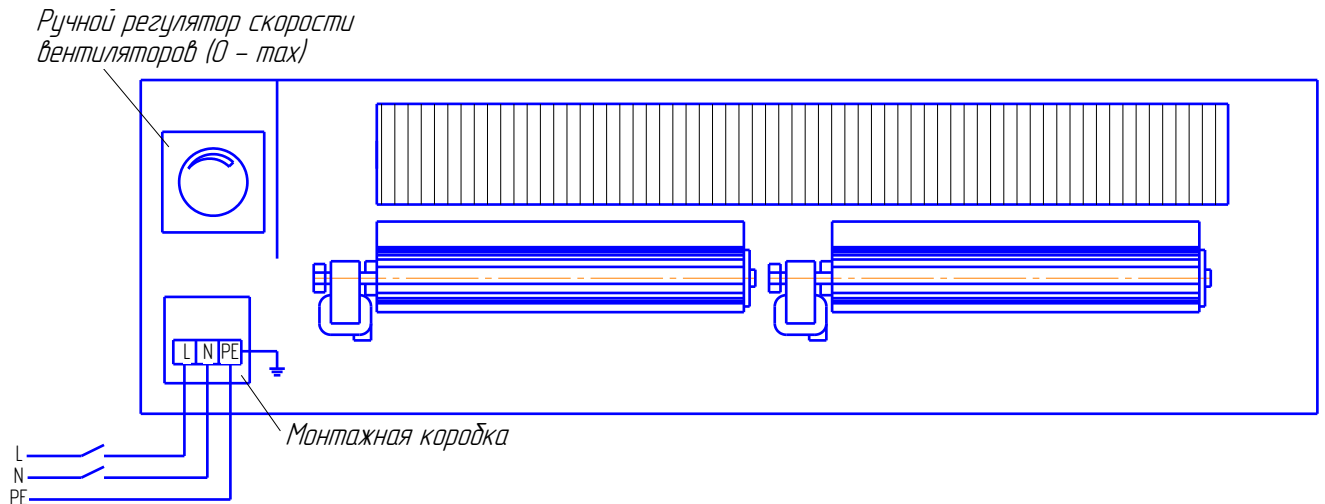

Рис. 2.
5.2. Корпус конвектора должен быть заземлен. Для этого достаточно присоединить заземляющий провод к заземляющей клемме в монтажной коробке (см. рис. 2).
- электрические соединения производить согласно схеме подключения, показанной на рис. 2.